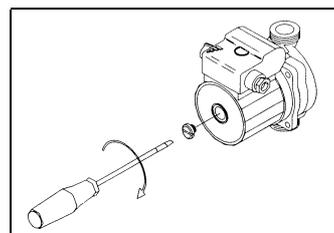

Figura 2-33
N.B. - Quando la caldaia rimane inattiva per un lungo periodo, prima di inserire l'interruttore generale, verificare che non sia bloccato l'albero motore del circolatore. per questa operazione occorre (Figura 2-33):